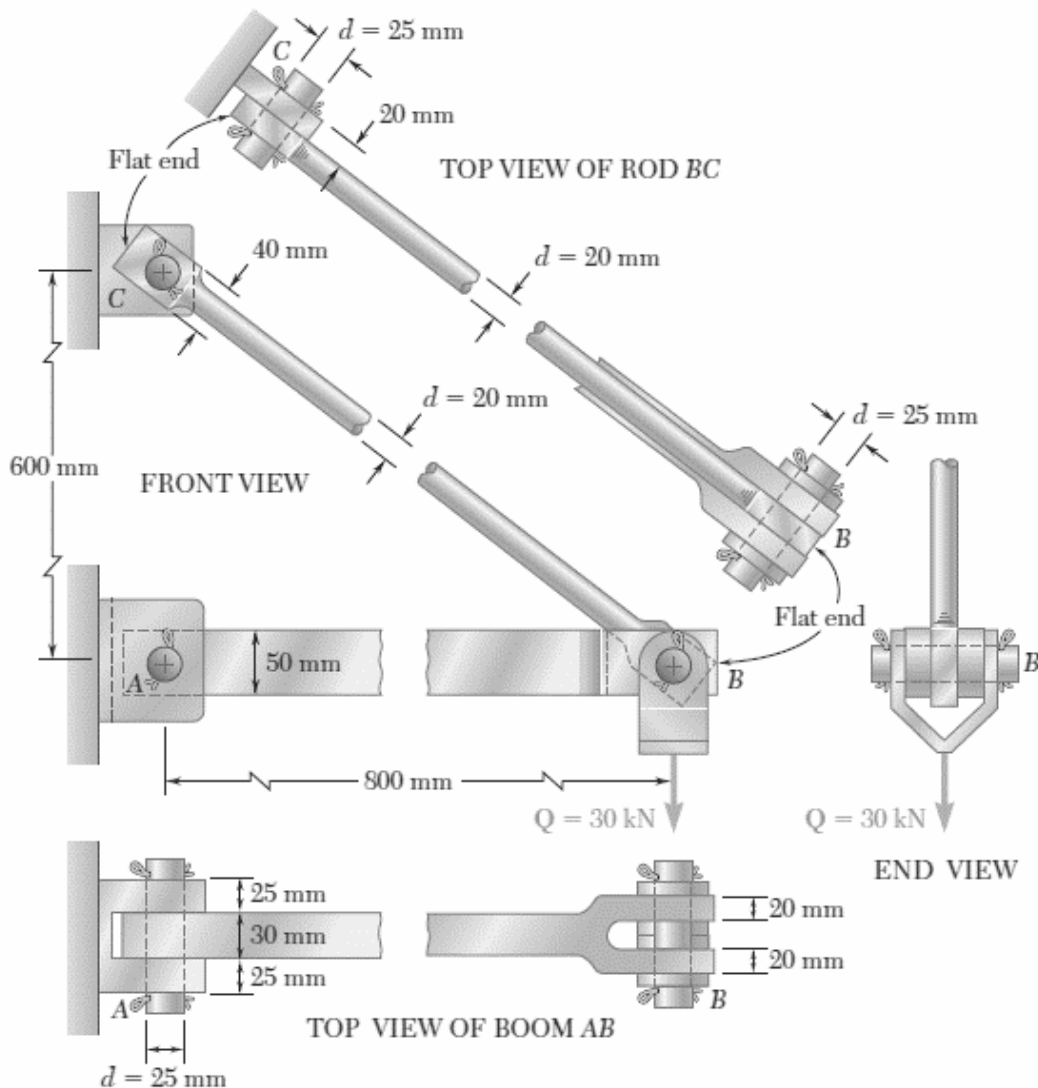

Figura 2.17
2.2.11 A Figura 2.17 representa uma estrutura formada por 2 elementos acoplados por 3 pinos na união e nos suportes.